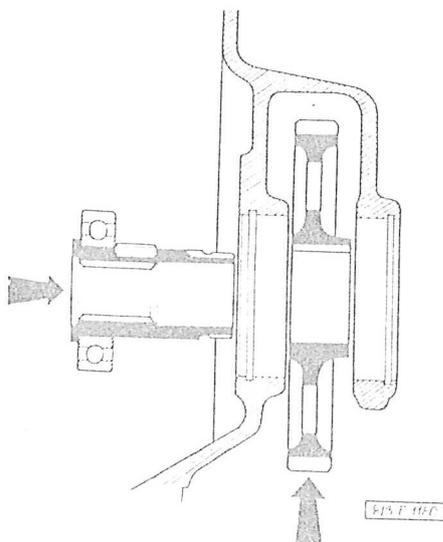

Abb. 03-75 Einbau des Zahnrades für den Antrieb der Lenkhilfepumpe
16. Auf die Welle des Zahnrades, mit dem die Pumpe der Lenkhilfe angetrieben ist, das Kugellager bis zum Anschlag an den Ansatz aufpressen. In die Nut die Passfeder eintreiben. Den Verschlussdeckel anwärmen, das Zahnrad einlegen (Abb. 03-75) und die Welle mit dem Lager in das Zahnrad und zugleich in das Gehäuse des Verschlussdeckels einpressen.